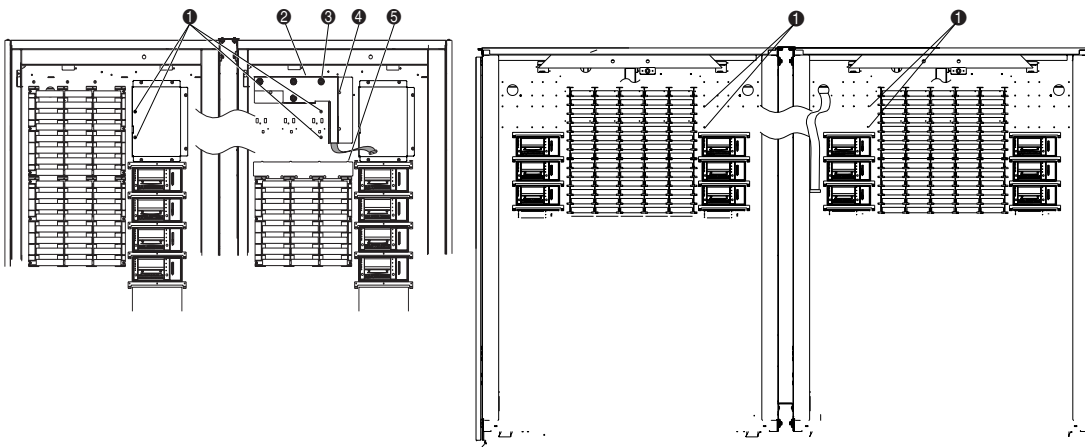

Figura 2-8. Puntos de montaje de la biblioteca
5. Para la biblioteca ESL9198, fije la envoltura del cable de PTM con tres pinzas especiales y cuatro tornillos (Referencia 0905057) y arandelas (Referencia 0685023) a la pared del receptáculo para cubrir el cable y el orificio de cable, asegurándose de que guíe el cable de PTM correctamente por debajo del canal de la envoltura de cable (consulte la Figura 2-8).
6. Para la biblioteca ESL9198, instale la cubierta de las aperturas de la estantería del receptáculo con seis pinzas especiales (consulte la Figura 2-8).
7. Coloque dos tornillos (Referencia 0905057) y arandelas (Referencia 0685023) en las dos ubicaciones de montaje superiores (❶ Figura 2-8). No los apriete completamente y deje aproximadamente 0,6 cm de espacio libre entre la arandela y la pared del receptáculo.